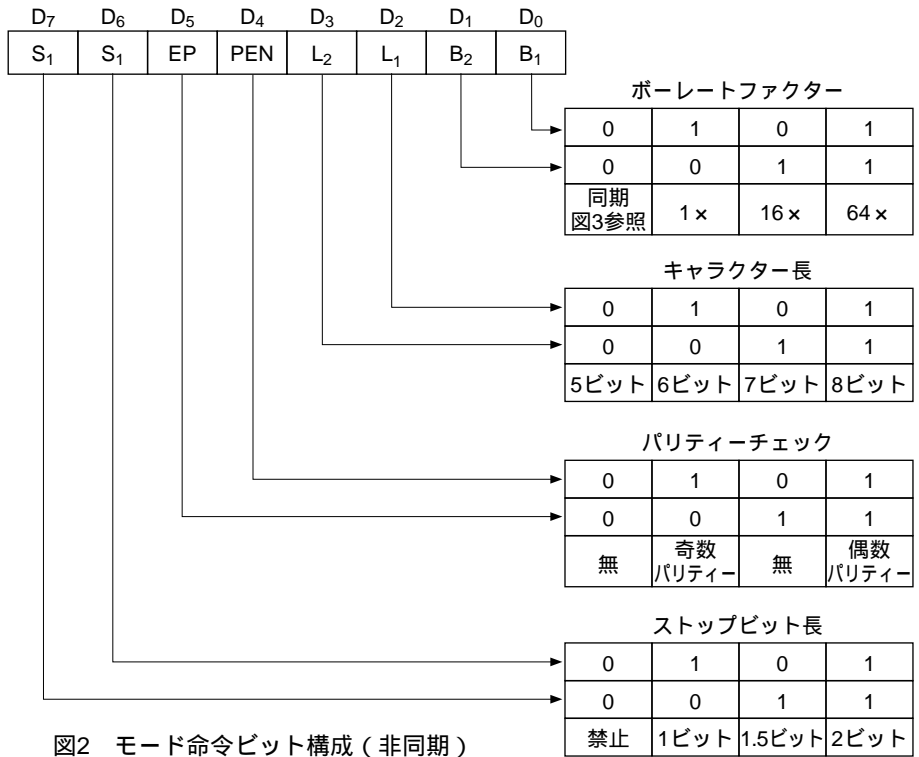

図2 モード命令ビット構成 (非同期)
モード命令のビット構成は、図2、3に示します。更に、同期モードの場合には、1 or 2byteの同期キャラクターを書き込む必要があります。同期キャラクターの書き込みも、モード命令の一部となりますので、同期キャラクターの書き込みが終了と、機能の設定が完了します。
2. ブレーク信号受信後のパリティフラグ(図2参照)
〔図2〕ブレーク信号受信タイミングとパリティフラグ